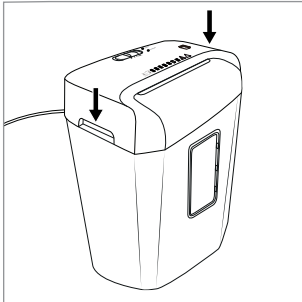

Fig. 1
- ◆ Afferrare il dispositivo di taglio **5** dai due incavi integrati **7** e posizionarlo sul contenitore di raccolta **10** in modo tale che il cavo di rete **1** sia rivolto verso dietro e la finestrella d'ispezione **9** del contenitore di raccolta **10** sia rivolta in avanti (vedere fig. 1).